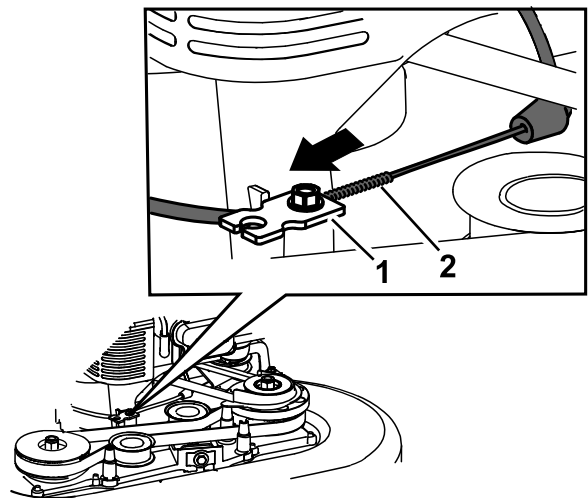

Bild 48
- Ziehen Sie am Kabelmantel, um das Spiel zu entfernen (**Bild 48**).